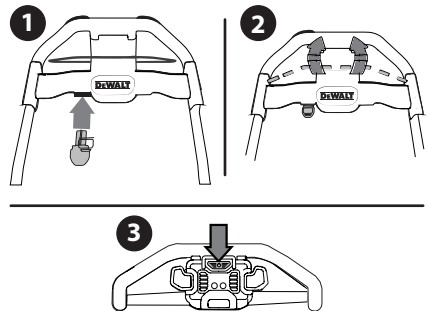

Figura 11
- Inserte la llave de seguridad (a) en el borde inferior de la manija superior hasta que quede a presión en su lugar (Figura 11).
Para engranar la barrena y comenzar a quitar la nieve, apriete el asa de control de la barrena contra la manija superior y oprima el botón de arranque. Suelte el asa de control de la barrena para detenerla (Figura 11).
- Suelte el asa de control de la barrena para detener el motor y la barrena (Figura 11).